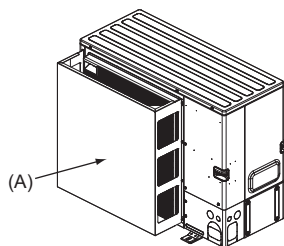
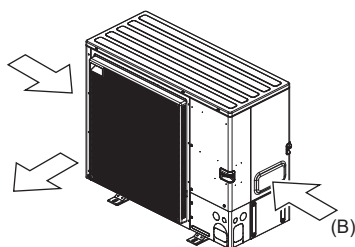

Fig. 2-5
Fig. 2-6
- (2) Installare una guida di protezione dell'aria opzionale se l'unità è installata in un luogo in cui forti venti provenienti da un tifone, ecc. possono entrare direttamente nell'uscita dell'aria. (Fig. 2-5)
- (A) Guida di protezione dell'aria
- (3) Se possibile, posizionare l'unità in modo che la bocca di uscita soffi perpendicolarmente alla direzione del vento stagionale. (Fig. 2-6)
- (B) Direzione del vento